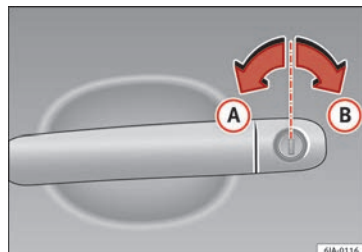

Bild 120 Nyckellägen vid låsning och upplåsning av bilen
– Vrid nyckeln i förardörren i korriktningen till upplåsningläget  » bild 120. »
- Vrid nyckeln i förardörrslåset åt andra hållet till låsläget **(B)** » **bild 120**.